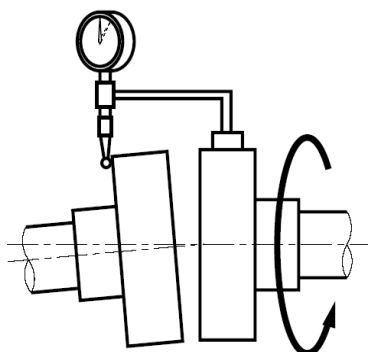

Abb.1
- 1.) Winkelige Ausrichtung: Die Prüfung erfolgt mit einem Niveliergerät, siehe Abb.1, die Differenz muss auf ein geringst mögliches Maß reduziert werden. Siehe zulässiger Maximalwert (b-a) in Tabelle